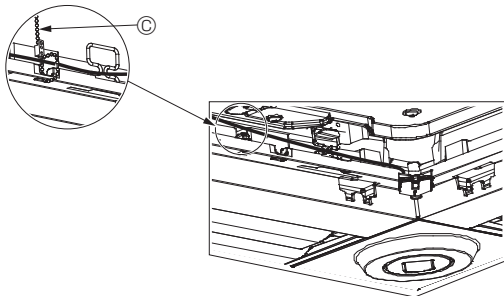

Fig. 10-12
- Прикріпіть проводи датчика i-See та приймача сигналу до панелі за допомогою хомути, як показано на схемі, таким чином, щоб уникнути провисання проводів, та відріжте надлишок хомути. (Fig. 10-12)
- Якщо замість положення «○» (Е) датчика i-See вказано положення «□» (F), змініть налаштування функцій. (див. стор. 13).